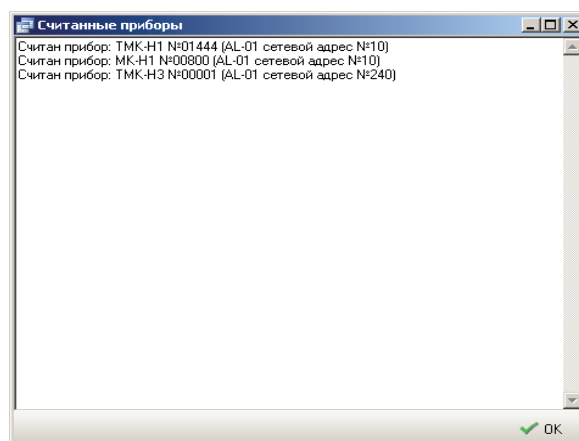

Рисунок 4.9
4.1.2.6 После завершения записи значений параметров теплоносителя и тепловой энергии в архивы откроется окно **Считанные приборы** (см. рисунок 4.9). Для возвращения в основное окно нажать кнопку ОК.